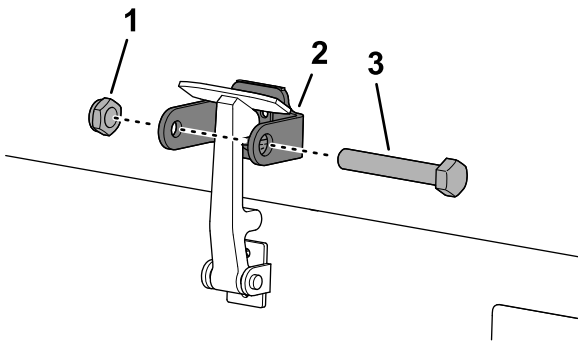

Figure 26
8. Vissez le boulon dans l'autre bras du support de verrouillage pour bloquer le loquet en position (Figure 26).